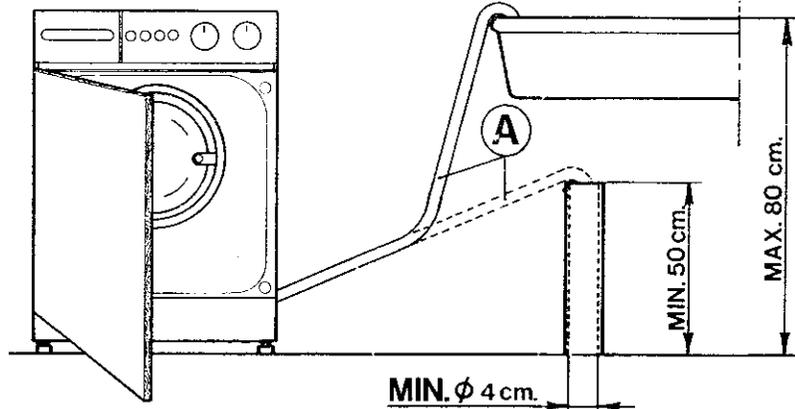

Fig. 5
The washing machine is supplied with water intake and drain hoses which may be directed to the right or to the left to allow adequate fitting (fig. 5).
Il tubo di scarico A (Fig. 5), fornito con la macchina, va appoggiato con l'estremità ricurva al bordo del lavello o ad una condotta di scarico. Si raccomanda il sifone anticodice. Nell'operazione di installazione è necessario osservare le seguenti precauzioni:
- l'estremità del tubo non deve essere posta rispetto al piano di appoggio della lavabiancheria ad una altezza superiore a 80 cm., né inferiore a 50 cm. (Fig. 5);
La crosse du tuyau de vidange (Fig. 5) de la machine peut être accrochée à un appareil sanitaire (lavabo, évier, baignoire).
Drain pipe A (Fig. 5) supplied with the machine should rest with its curved end on the edge of a sink or in a drainpipe. A drain-trap is recommended. When fitting you must follow the instructions:
- Compared to the level of the surface on which the washing machine is positioned (Fig. 5) the end of the drain pipe must not be higher than 80 cms. or lower than 50 cms.
Der mitgelieferte Wasserablaufschauch (A) wird mit dem gekrümmten Ende am Waschbecken oder an einem Wasserabfluss eingehängt (Abbildung 5).
- Das Schlauchende darf nicht niedriger als 50 cm. vom Boden und nicht höher als 80 cm. vom Boden angeschlossen sein (Abbildung 5).
- Eine eventuelle Verlängerung des Ablaufschlauchs ist bis maximal 1 m. zulässig, der Abflussanschluss darf in diesem Fall nicht höher als 50 cm. von der Gerätestandfläche liegen (Abbildung 5).